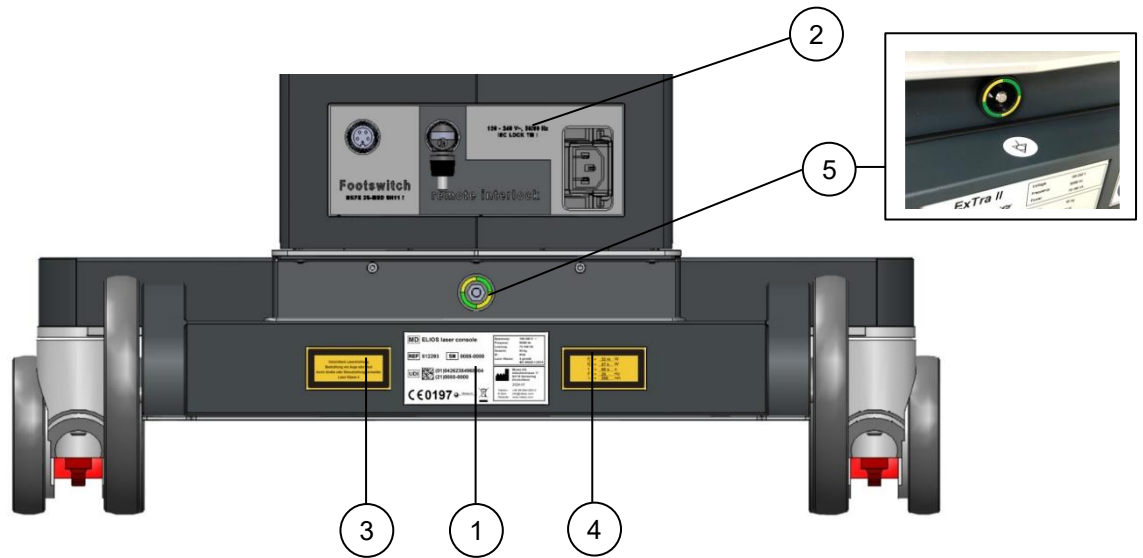

Abb. 2-1: Geräterückseite
3.	Die ELIOS laser console erzeugt Strahlung der Laser Klasse 4. Die unsichtbare Strahlung darf nicht auf die Augen oder Haut treffen. Das Label befindet sich auf der Geräterückseite (siehe Abb. 2-1).
4.	Die Laserausgangs-Leistungsdaten sind auf dem nebenstehend abgebildeten Label angegeben. Das Label befindet sich auf der Geräterückseite (siehe Abb. 2-1).
5.	Kennzeichnung Potentialausgleichsstecker. Das Label befindet sich auf der Geräterückseite (siehe Abb. 2-1).
6.	Dieses Symbol weist darauf hin, dass das Gerät nicht in den Haushaltsmüll entsorgt werden darf. Wenn das Produkt das Ende seiner Lebensdauer erreicht hat, kontaktieren Sie bitte die MLase AG oder einen von der MLase AG dazu autorisierten Servicepartner. Dieser nimmt das Gerät zurück und kümmert sich um die Entsorgung. Das Symbol ist Bestandteil des Typenschildes (siehe Abb. 2-1).